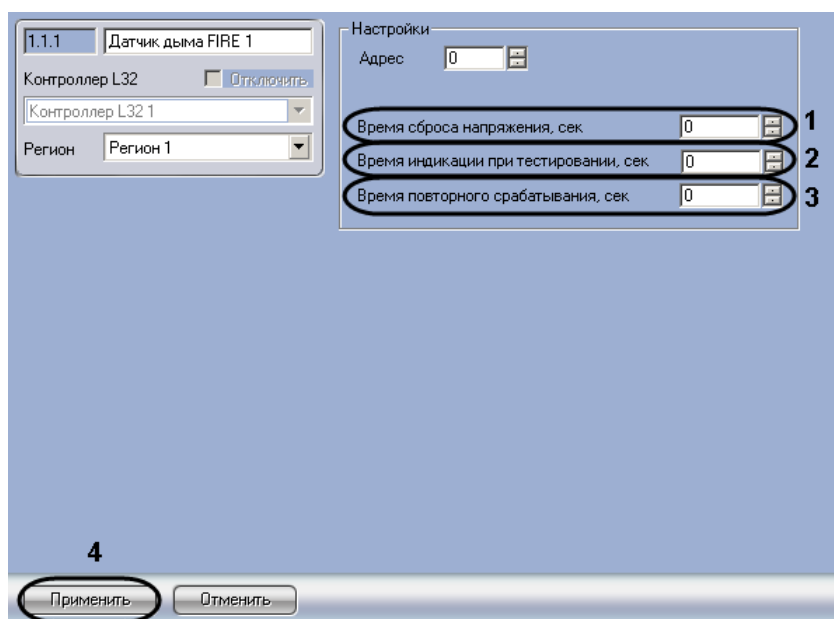

Рис. 3.3—9 Настройка датчика дыма FIRE
2. Ввести в поле **Время сброса напряжения, сек** с помощью кнопок **вверх-вниз** период времени в секундах, в течение которого должна быть сброшена напряжение на датчике при обнаружении тревоги (см. Рис. 3.3—9, 1).
3. Ввести в поле **Время индикации при тестировании, сек** с помощью кнопок **вверх-вниз** период индикации датчика при тестировании в секундах (см. Рис. 3.3—9, 2).